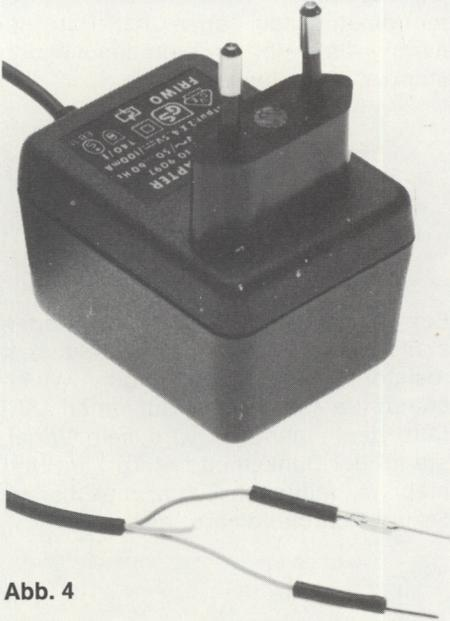

Abb. 4
Anstelle einer Batterie kann das Philips Netzteil EE 9097 verwendet werden. An dem gelben Anschlußdraht (Pluspol +) wird ein Stiftkontakt festgeklemmt und eine Gummifülde darüberschieben. Ebenso verfährt man mit dem grauen Anschlußdraht (Minuspol -). Der weiße Anschlußdraht bleibt frei (Abb. 4). Die Stiftkontakte werden in die entsprechenden Buchsen unterhalb des Schiebeschalters gesteckt, gekennzeichnet — 9 V +.
8. An den Anschlußdrähten des Ohrhörers sind Stiftkontakte festzuklemmen und Gummifüllungen darüberzuschieben (wie in Abb. 4).
9. Von beiden Enden der Schaltlitze ca. 5 mm Isolation entfernen, Drähte verdrehen, an jeder Seite einen Stiftkontakt festklemmen und Gummifüllungen darüberschieben (siehe Abb. 4).